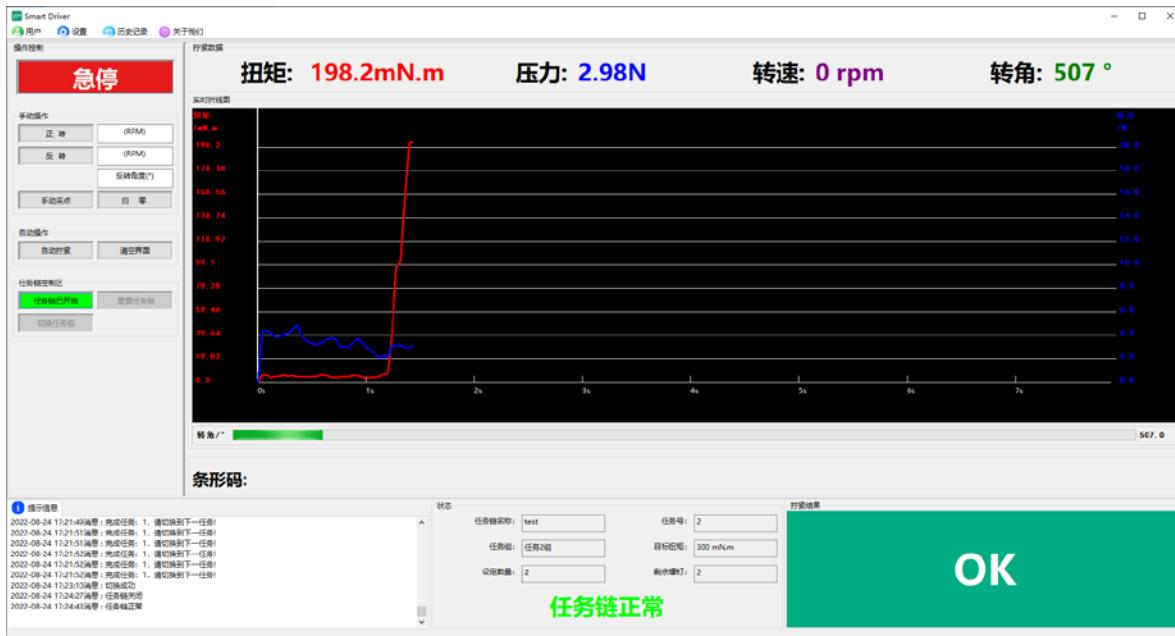

图 26 当处于自动切换时切换任务组的界面
(2) 自动切换：任务链处于该切换方式时，一个任务组工作结束后会自动切换到下一个任务组中。此时【切换任务组】删除按钮是灰色的，不可使用的。如图 26 所示。